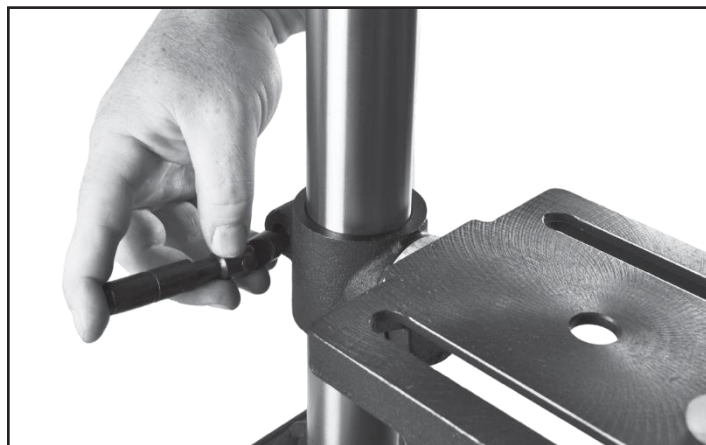

FIG. 2
2. Glissez la table sur la colonne et installez la poignée de verrouillage de la table au travers du trou non-fileté sur la gauche du support de table. La poignée devrait engager les filets sur le côté droit du support de la table. FIG. 2.